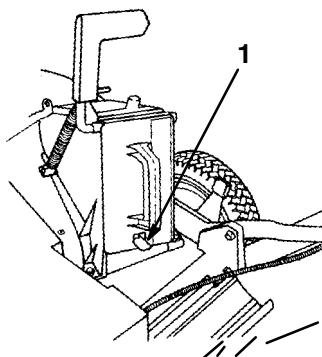

Bild 5
- Schieben Sie die Abdeckung so weit ein, dass der Federclip an der Unterseite der Abdeckung einschnappt. Dadurch wird sie sicher im Auswurfkanal befestigt (Bild 5).